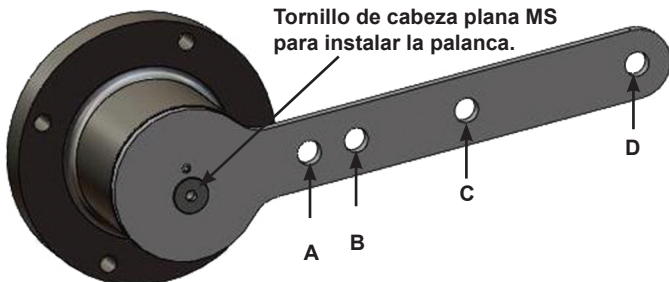

Figura 13 - Abrazadera de montaje y palanca estándar para válvulas de vaivén
Esta sección describe el procedimiento para montar el SVi1000 en válvulas de vaivén, usando los actuadores de resortes múltiples de tipo 87/88 de Masoneilan como ejemplo. La Figura 13 en la página 26 muestra la palanca estándar para todas las medidas de instalación. Vea **Ensamble con imán integrado** en la página 29 para conocer acerca del ensamblaje opcional con imán integrado.
2. Procure que la palanca esté sujeta al ensamble del imán y asegurada mediante un tornillo de cabeza plana M5 para asegurar que el eje del imán sea vertical cuando la palanca esté en la posición de cerrado de la válvula. Apriete fijamente la palanca (Figura 13).